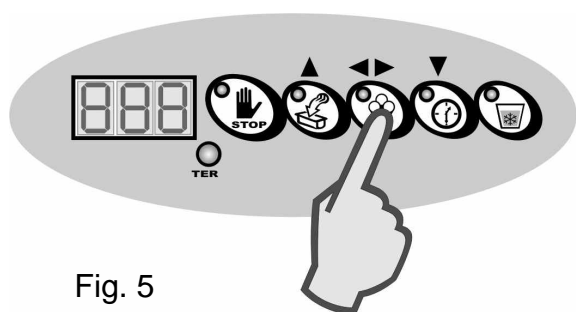

Fig. 5
- A continuación, presione la tecla Confirmación para iniciar el nuevo ciclo de mantecación (Fig. 5).